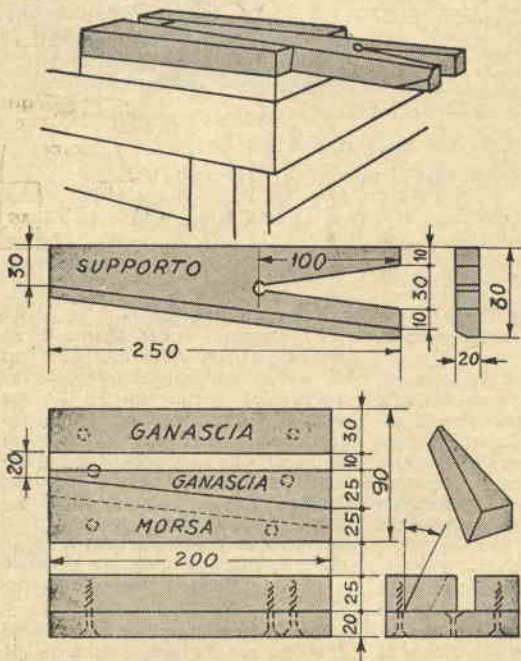

FIG. 1
figura citata. Fissate ad ogni ala un pezzo di piombo, come indicato in fig. 1.
La testa — Tagliate la testa come in fig. 1 da un pezzo di 17,5x20x5. Tagliate alla sua base il tenone indicato in fig. 7. Fate in questo l'alloggio per una linguetta e fissate al sedile con viti e linguetta.
Montaggio — Per tenere le ali nella loro posizione, fate due fori di 1 cm. nel bordo superiore dei pattini ed attraverso la finestra per le ali (fig. 1 sezione). Questi fori debbono corrispondere a quelli nelle ali, che debbono essere allungati per dare ai pezzi in questione ampia facoltà di alzarsi ed abbassarsi (fig. 5). Ora fate cadere lo stantuffo in posizione, inserite le ali nelle finestre ed incollate e fissate con una spina ed una vite i tondini.
- Una morsa ed un supporto per segare, da fare come illustrato in fig. 1.